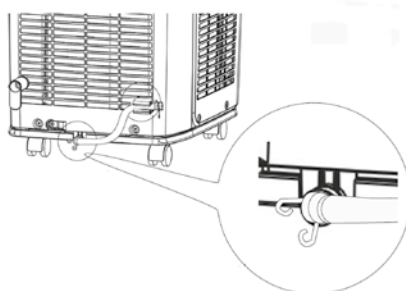

Figura 20
- 2 Conecte la tubería J suministrada (véase la figura 1) en el lugar del tapón de goma (véase la figura 20) y sujétela con la abrazadera I.